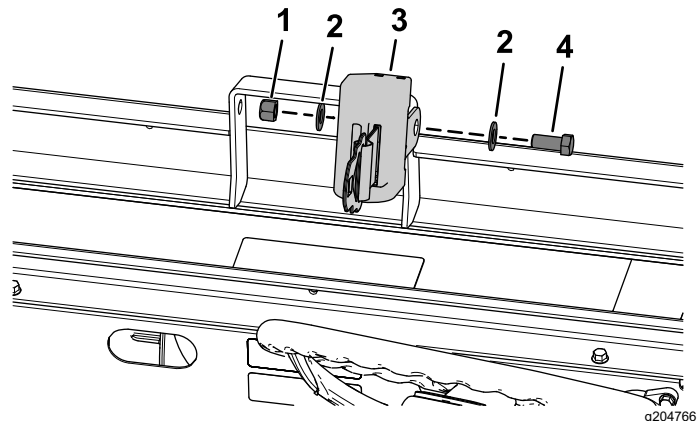

図 28
4. 図 28 のように、シートベルトを取り付ける六角ヘッドボルト 7/16 x 1 インチ 1 本、平ワッシャ 7/16 インチ 2 枚、ロックナット 7/16 インチ 1 個を使用する。